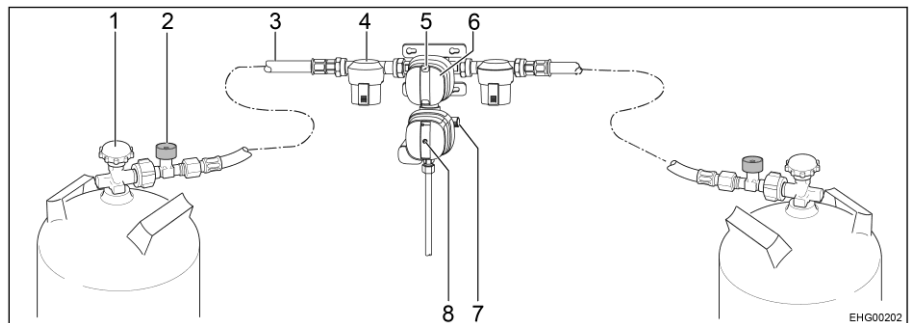

Bild 133 Sicherheitsgasdruck-Regelanlage DuoControl CS
Die DuoControl-Regelanlage besteht aus einem Umschaltventil und dem Crashsensor. Die DuoControl-Regelanlage ist zwischen den Hochdruckschläuchen (Bild 133,3) mit Schlauchbruchsicherung (Bild 133,2) montiert. Mit dem Drehknopf (Bild 133,6) am Umschaltventil kann bestimmt werden, welche der Gasflaschen als Betriebsflasche und welche als Reserveflasche verwendet wird.
Am Sichtfenster (Bild 133,5) wird der Status der Gasversorgung angezeigt:
Der Crashsensor sperrt die Gaszufuhr bei erheblicher Erschütterung (z. B. Unfall) ab. An der Stellung des gelben Resetknopfs (Bild 133,8) lässt sich der Betriebszustand des Crashsensors erkennen:
- Wenn der gelbe Resetknopf (Bild 133,8) hineingedrückt ist, ist der Crashsensor betriebsbereit.
- Wenn der gelbe Resetknopf (Bild 133,8) hervorsteht, ist der Crashsensor **nicht** betriebsbereit. Inbetriebnahme siehe unten.
**Schlauchbruchsicherung** Die Schlauchbruchsicherung (Bild 133,2) sperrt den Gasfluss, wenn der angeschlossene Schlauch bricht. Die Schlauchbruchsicherung muss durch Drücken der grünen Taste aktiviert werden.
- Mit dem Drehknopf (Bild 133,6) am Umschaltventil die Gasflaschewählen, der vorrangig das Gas entnommen werden soll (Betriebsflasche). Den Drehknopf immer bis zum Anschlag drehen.
- Haupt-Absperrventile (Bild 133,1) an den Gasflaschen öffnen.
- Grüne Taste der Schlauchbruchsicherung (Bild 133,2) ca. 5 Sekunden lang drücken. Am Sichtfenster (Bild 133,5) wird die grüne Markierung angezeigt.
- Wenn der Crashsensor ausgelöst hat (der gelbe Resetknopf (Bild 133,8) steht hervor):
Gelben Resetknopf (Bild 133,8) kräftig hineindrücken, leicht im Uhrzeigersinn drehen und 5 Sekunden lang gedrückt halten. Sicherstellen, dass der Resetknopf in der gedrückten Stellung ("betriebsbereit") bleibt. Wenn es nicht möglich ist, die Anlage wie beschrieben zurücksetzen: Torx-Einsatz T20 an der beiliegenden Schraubhilfe zur Unterstützung der Drehbewegung nutzen.
- Haupt-Absperrventile (Bild 133,1) an den Gasflaschen schließen.
Wenn die grüne Kontroll-Leuchte (Bild 134,6) während des Betriebs erlischt und die rote Kontroll-Leuchte (Bild 134,5) aufleuchtet, ist die Betriebsflasche leer und muss gewechselt werden. Am Sichtfenster (Bild 133,5) der zugehörigen Gasflasche wird die rote Markierung angezeigt. Die Reserveflasche versorgt die Gasverbraucher weiterhin mit Gas.
- Drehknopf (Bild 133,6) bis zum Anschlag in Richtung der aktuell verwendeten Gasflasche drehen. Damit ist diese Gasflasche jetzt die Betriebsflasche, die leere Gasflasche wird zur Reserveflasche. Die Markierung im Sichtfenster (Bild 133,5) wechselt von rot auf grün.
- Haupt-Absperrventil (Bild 133,1) an der leeren Gasflasche schließen. Pfeilrichtung beachten.
- Grüne Taste der Schlauchbruchsicherung (Bild 133,2) drücken.